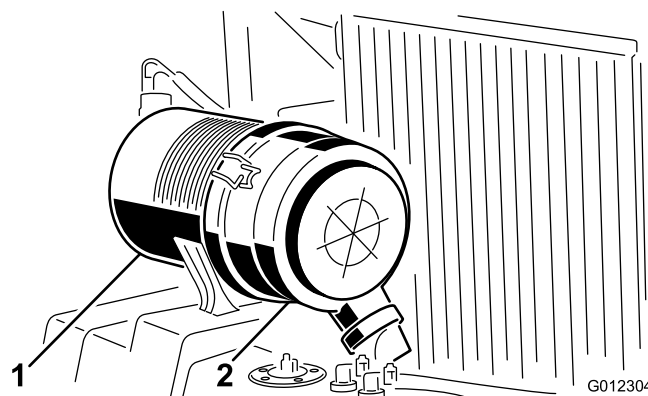

Figure 30
2. Desserrez les fixations qui maintiennent le couvercle sur le corps du filtre à air (Figure 30).